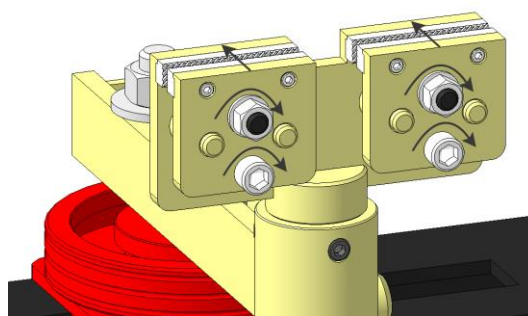

Рисунок 62
- Подтяните регулировочные винты доводчика прижимных губок тисков (рисунок 62).